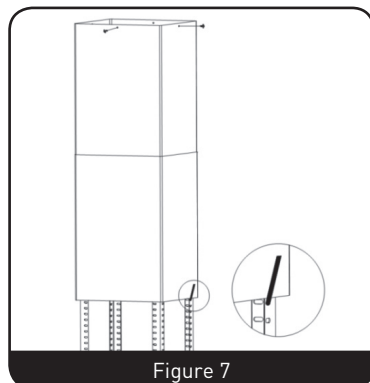

Figure 7
- Fixez la cheminée supérieure sur la plaque de fixation avec 4 vis autotaraudeuses. Insérez la cheminée inférieure sur les barres d'angle et relevez-la jusqu'à ce qu'elle soit juste sous la cheminée supérieure. (Figure 7)